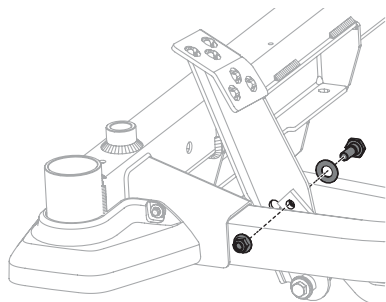

Fig. 33
2. Extraiga el perno hexagonal, la arandela y la tuerca hexagonal cerca del centro del montaje del pedal (Fig. 33).
4. Reinstale los elementos de herrajes extraídos anteriormente y ajuste la tuerca a 28-35 pies-libras (38-47 N-m) (Fig. 33).